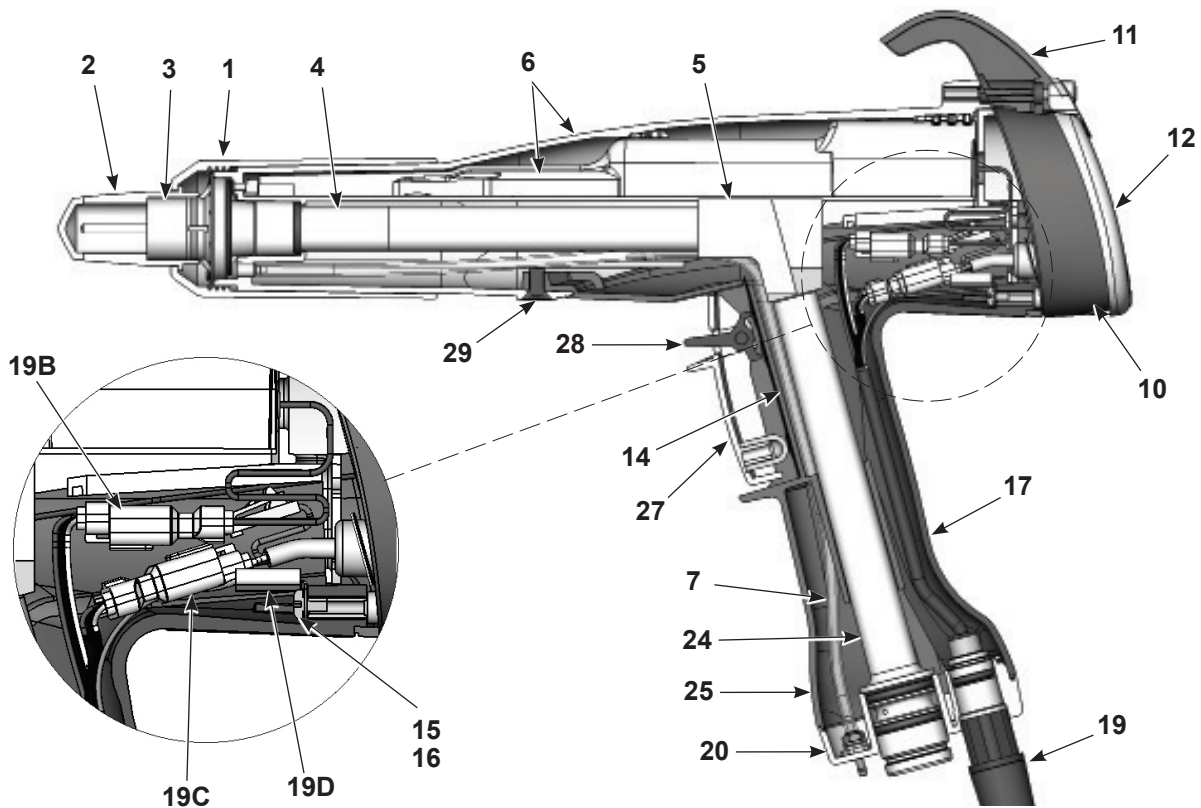
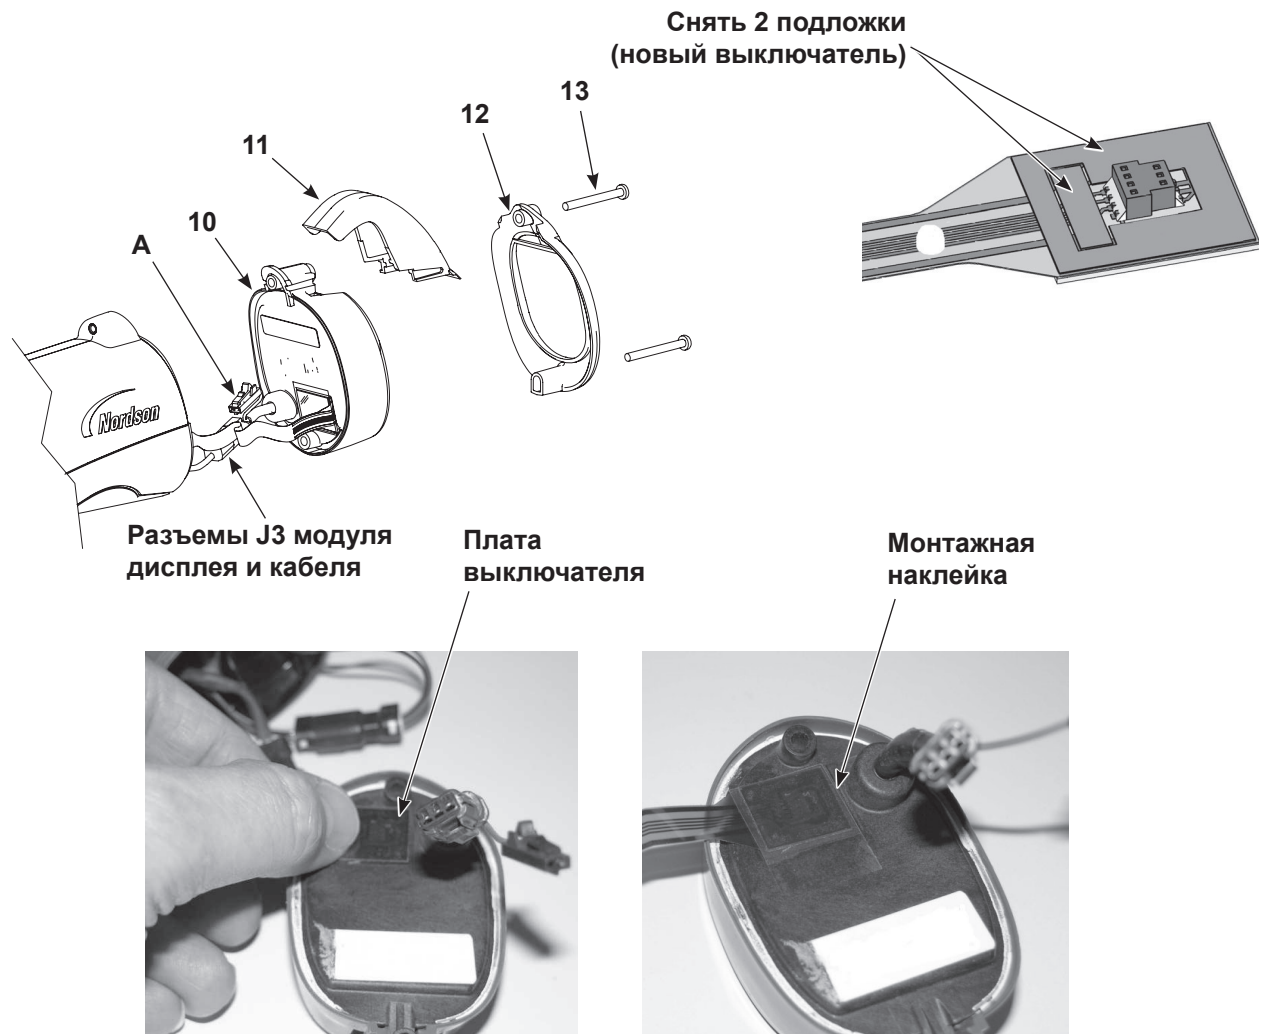

Рис. 10 Вид в разрезе распылителя (номера позиций в данном разделе соответствуют номерам позиций в спецификации запчастей)
Рис. 11 Замена модуля дисплея
1. См. Рис. 10 и Рис. 11. Вывернуть верхний и нижний винты (13) крепления рамки (12), крючка (11) и модуля дисплея (10) на корпусе распылителя.
1. Тщательно очистить монтажную поверхность платы спускового выключателя и прилегающую поверхность модуля дисплея (10) с помощью изопропилового спирта. Перед продолжением работы дать поверхности полностью высохнуть.
2. Если устанавливается новый спусковой выключатель, снять две подложки со стороны разъема на плате спускового выключателя, как показано на Рис. 11.
5. Соединить разъемы J3 модуля дисплея и кабеля. Для этого варианта распылителя наконечник провода заземления (A) не используется.
7. Надвинуть крючок (11) на модуль дисплея, затем поставить рамку (12).
8. Поставить и затянуть винты (13).
2. См. Рис. 10. Отвернув гайку форсунки, извлечь форсунку и узел электрода из распылителя.
4. См. Рис. 11. Установить модуль дисплея, как описано под заголовком "Модуль дисплея, установка" на стр. 18.
5. Вставить узел электрода (3) в конец выпускной трубки в передней части корпуса распылителя. Следить, чтобы проволочный электрод не погнулся и не сломался.
6. Установить форсунку (2) на узел электрода так, чтобы выступы узла электрода вошли в пазы на форсунке.
7. Поставить гайку (1) на форсунку и затянуть, поворачивая по часовой стрелке.